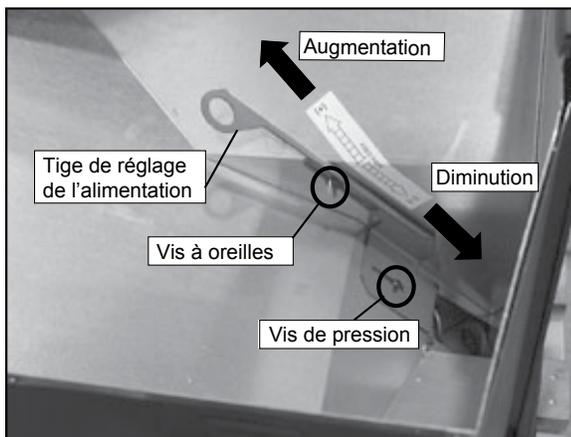

Figure 9.1
1. Desserrer la vis de pression avec un tour de 1/4 à 1/2 lors de l'installation de l'appareil. Ceci permettra le mouvement de la tige de réglage d'alimentation. Ne resserrez pas la vis de pression. **Figure 9.1**